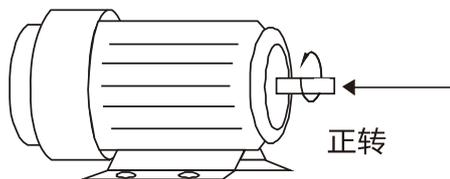

图 5-1
- ☑ 将变频器输出端子 U/T1、V/T2、W/T3 相对连接至马达 U/T1、V/T2、W/T3 端子，若变频器数字控制面板上正转（FWD）指示灯亮，即表示变频器执行正转，马达以逆时针方向旋转，如下图5-1所示（以面对马达转轴末端的视角做观测，如下图箭头所指方向）；若反转（REV）指示灯亮，则表示变频器执行反转，马达旋转方向与下图5-1相反。如果无法确定变频器输出端子 U/T1、V/T2、W/T3 连接至马达 U/T1、V/T2、W/T3 端子是否一对一连接，而变频器执行正转时，马达为反转方向，那么只要将马达 U/T1、V/T2、W/T3 端子中任意两条对调即可。